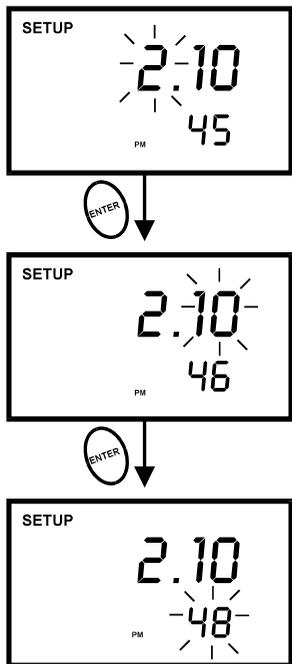

图 36 - P5.0: 设置时间
11. 按 ENTER 键确认正确的日期，随后进入“小时”的选择。“小时”的字样会闪现。参见下一页的图 36。